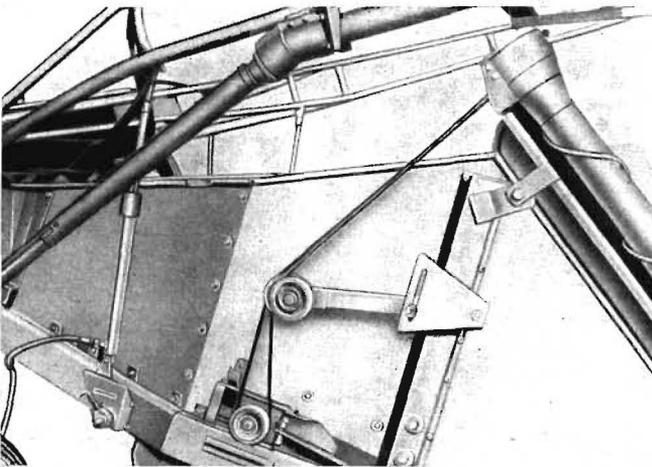

Bild 6
- Riemenschutz für Halmteilerantrieb abbauen (Bild 6)